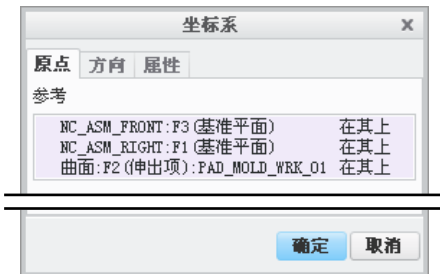
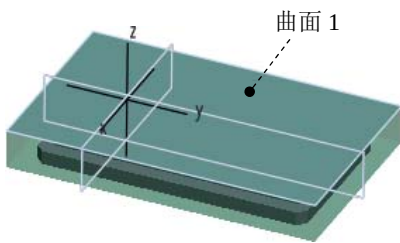

图 10.4.7 “坐标系”对话框
图 10.4.8 所需选择的参考平面
Step5. 设置机床坐标系。在“操作”操控板单击  按钮，在弹出的菜单中选择  命令，系统弹出图 10.4.7 所示的“坐标系”对话框。按住 Ctrl 键依次选择 NC_ASM_FRONT、NC_ASM_RIGHT 基准面和图 10.4.8 所示的模型表面作为创建坐标系的三个参照平面，单击 **确定** 按钮完成坐标系的创建，返回到“操作”操控板。单击  按钮，此时系统自动选择了新创建的坐标系作为加工坐标系。